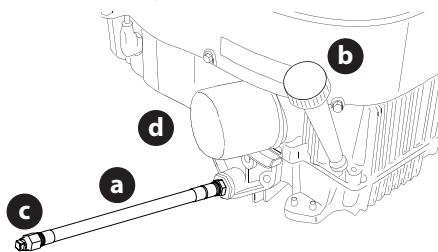

Fig. 30
1. Repérez le boyau de vidange d'huile (a) qui se trouve sur le côté du moteur (Fig. 30).
2. Placez un récipient adéquat d'une capacité minimum de 2,37 l (2,5 quarts) sous l'extrémité du boyau de vidange d'huile pour recueillir l'huile usée. Enlevez le bouchon de remplissage et la jauge d'huile (b) du tube de remplissage d'huile (Fig. 30).
3. Tenez l'extrémité libre du boyau de vidange d'huile au-dessus du récipient, puis dévissez le bouchon à tête carrée (c) du boyau de vidange d'huile (Fig. 30). Vidangez l'huile du moteur dans le récipient.
- Retirez le filtre à huile et laissez l'huile s'écouler dans le récipient (Fig. 30 à la page 95).
- Remplacez le filtre à huile (d) et remplissez le moteur avec de l'huile neuve selon les instructions de la notice d'utilisation du moteur (Fig. 30 à la page 95).